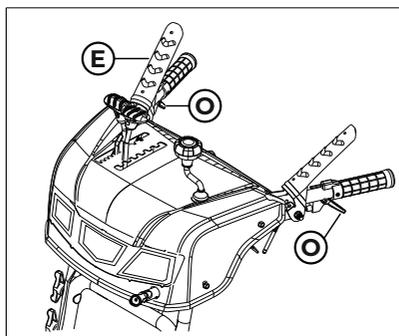

Рис. 27
Функция рулевого управления помогает оператору включить машину. Триггеры рулевого управления (рис. 27, поз. О) находятся под рукоятками. Рулевое управление временно отключает одно ведущее колесо, в то время как другое продолжает движение во время поворота.
1. Нажмите рычаг сцепления (рис. 27, поз. Е), чтобы переместить машину вперед.
2. Поднимите и удерживайте левый триггер рулевого управления (рис. 27, поз. О), чтобы повернуть налево.
4. Поднимите и удерживайте правый триггер рулевого управления (рис. 27, поз. О), чтобы повернуть направо.